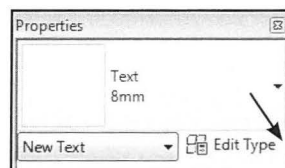

Fig. 16.16. Lav tekst størrelse og type om i *Properties*.
- Tryk *Edit Type*, for at oprette en ny tekst type (Fig. 16.16).